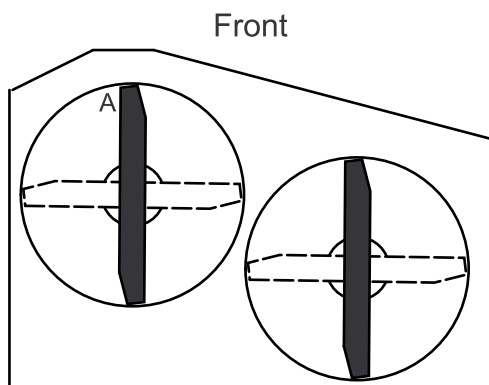

Bild 59
- Stellen Sie die Messer in Längsrichtung, während die Maschine auf einer ebenen Oberfläche steht. Messen Sie an Stelle **A** von einer ebenen Fläche bis zur Schnittkante der Messerspitzen (Bild 59).